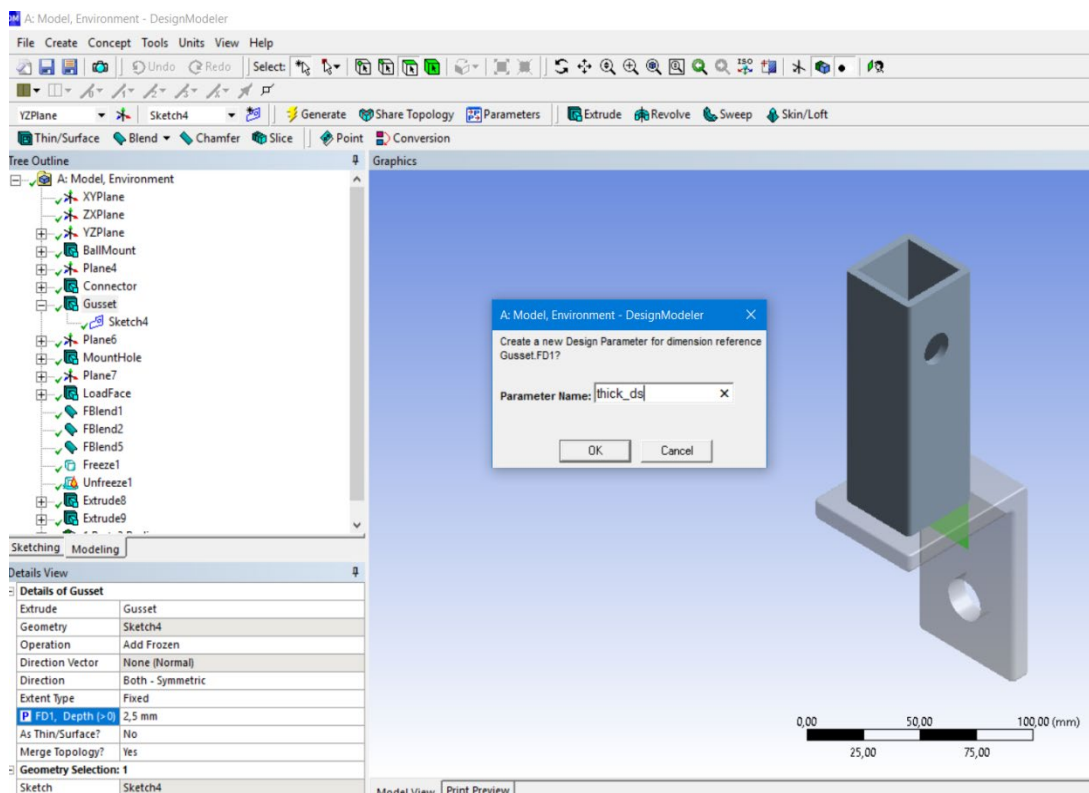

Рисунок 4 – Задание параметра thick_ds
3. Дважды нажимаем на ячейку Geometry. В открывшемся окне DesignModeler появится модель прицепного устройства. В окне Tree Outline выбираем Gusset. Далее в Details View устанавливаем флажок на FD1, Depth, чтобы сделать его входным параметром. После этого появится диалоговое окно для указания имени параметра. Укажите имя thick_ds (рисунок 4).